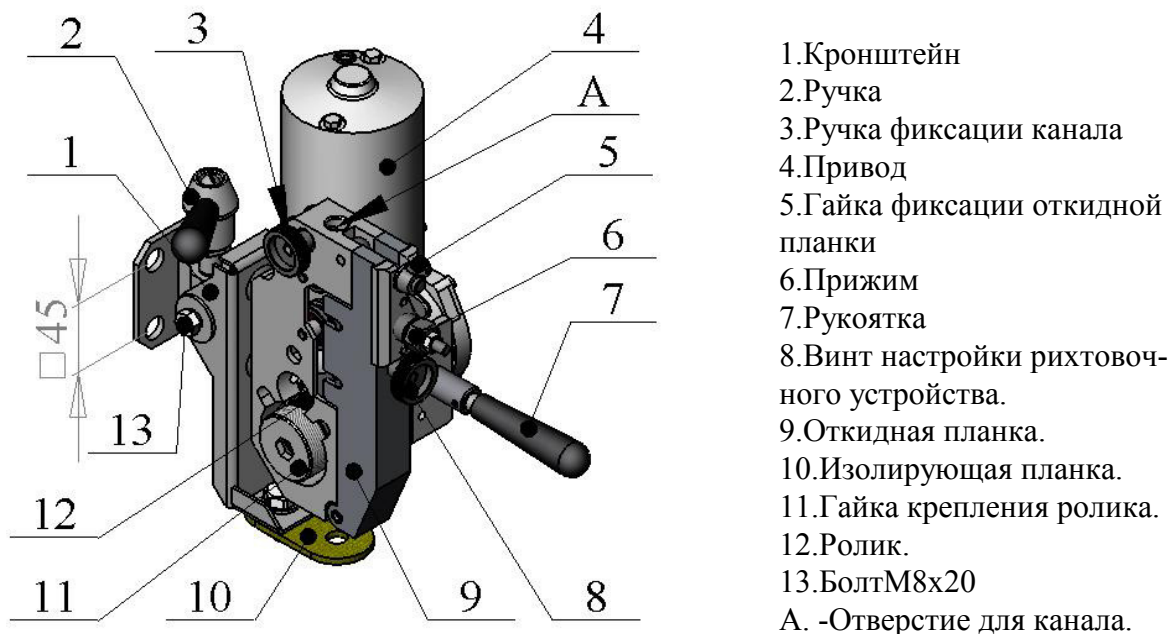

Рис.6
4.7.12 Мундштук **12** (Рис.1а) крепится к механизму подачи проволоки через изолирующую планку **10** (Рис.6), центрируется по отверстию Ø12мм в нижней части корпуса механизма подачи. Мундштук предназначен для подачи сварочной проволоки, защитного газа (или флюса) и сварочного напряжения к месту сварки. В зависимости от вида сварки применяется три вида мундштуков:
Изолирующая планка 10 (Рис.6) зажимается между двумя шайбами 7. Трубопровод флюса подсоединяется к патрубку воронки Ø25мм.